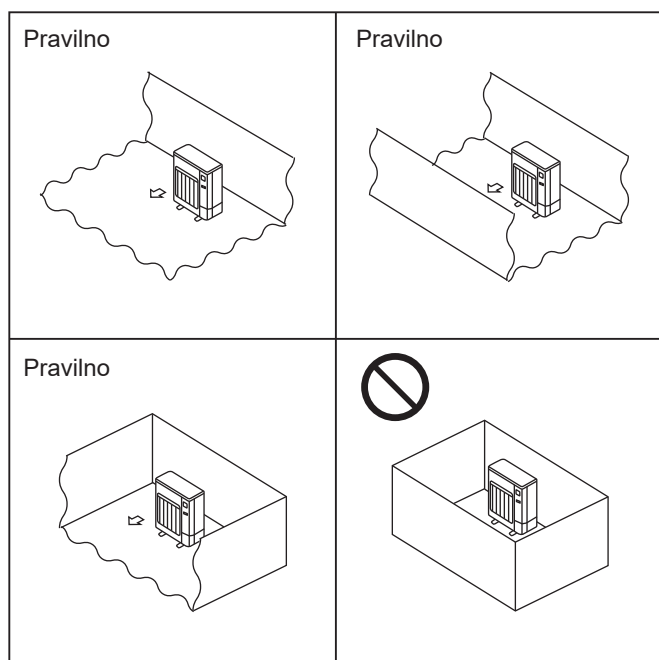

Fig. 2-1
- ⊙ Zunanje enote namestite v dovolj velikem prostoru brez vdrtin, kjer je vsaj ena od štirih strani odprta. (Fig. 2-1)